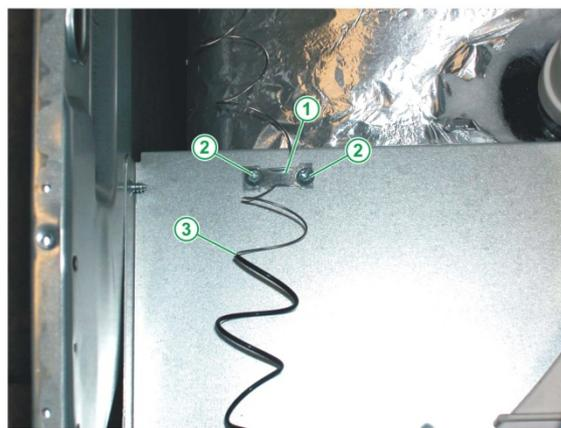

Fig. 6
- les 2 vis de fixation du capillaire du thermostat du four (voir Fig. 6).